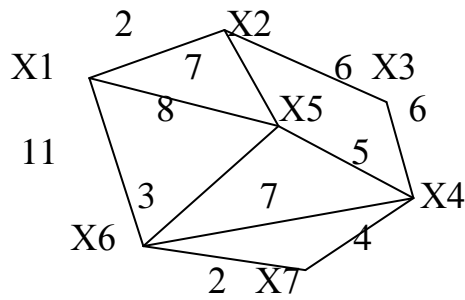

Рисунок 4 – Граф с весами
**Пример:** Найти кратчайший остов в графе (рисунок 4) алгоритмом Прима.